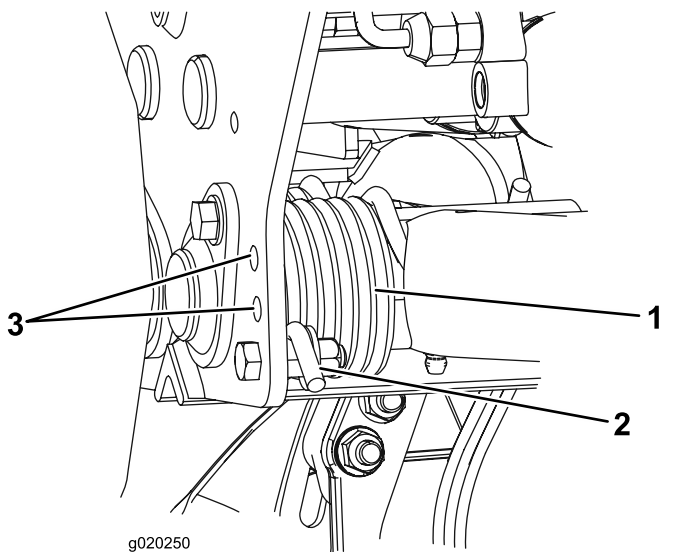

Рисунок 35
2. Наденьте на длинный конец пружины трубу или аналогичный предмет, чтобы снять натяжение пружины во время регулировки (Рисунок 35).
3. Ослабляя натяжение пружины, отверните болт и контргайку крепления пружинного привода к кронштейну (Рисунок 35).